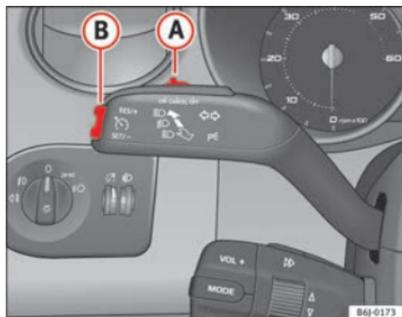

Fig. 109 Alavanca das luzes indicadoras de mudança de direcção e dos máximos: comando e botão basculante para o regulador de velocidade
- Premir a parte superior do botão basculante **RES** ⇒ fig. 109 **(B)** para aumentar a velocidade. Enquanto o botão basculante estiver a ser premido, o veículo é acelerado. Soltando o botão basculante, fica memorizada a nova velocidade.
Se se reduzir a velocidade com o pedal do travão, desliga-se o regulador de velocidade. Premindo uma vez a parte superior do interruptor basculante **RES+** ⇒ fig. 109 **(B)**, pode retomar-se a regulação.